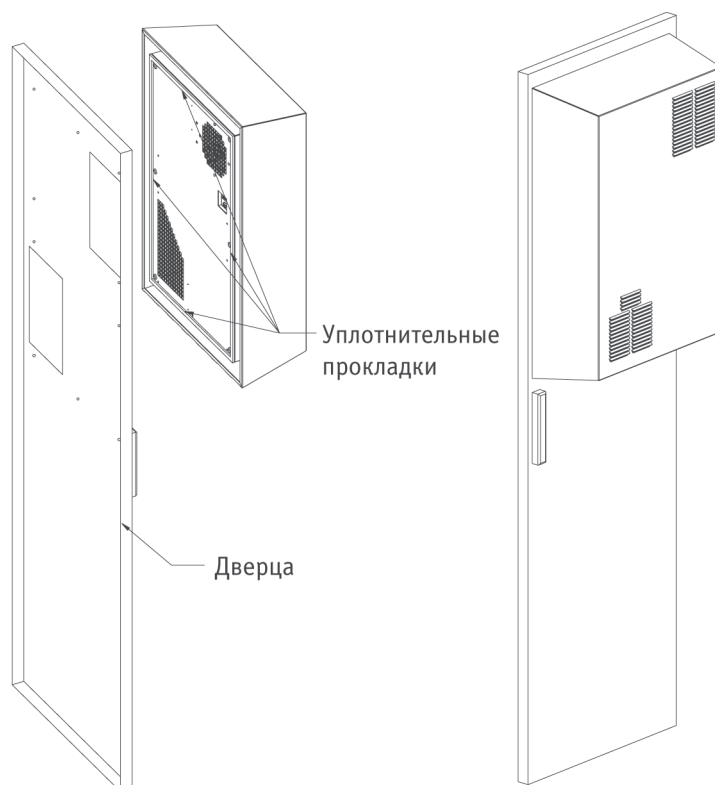

Рис. 3.3
3.2.3 Расположите теплообменник на передней дверце или стенке шкафа и прикрутите его крепежную раму гайками М4. Необходимо следить за тем, чтобы выходное воздушное отверстие агрегата совпадало с противоположным по назначению отверстием шкафа (см. рис. 3.3)